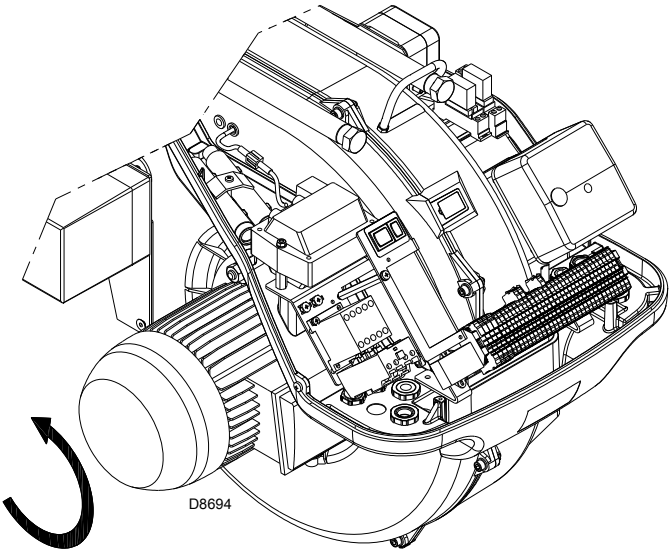

图 30
- 通过火焰检查窗 (图 30) 检查风机的旋转方向。
- 检查风机马达的旋转方向，如 图 30 所示。